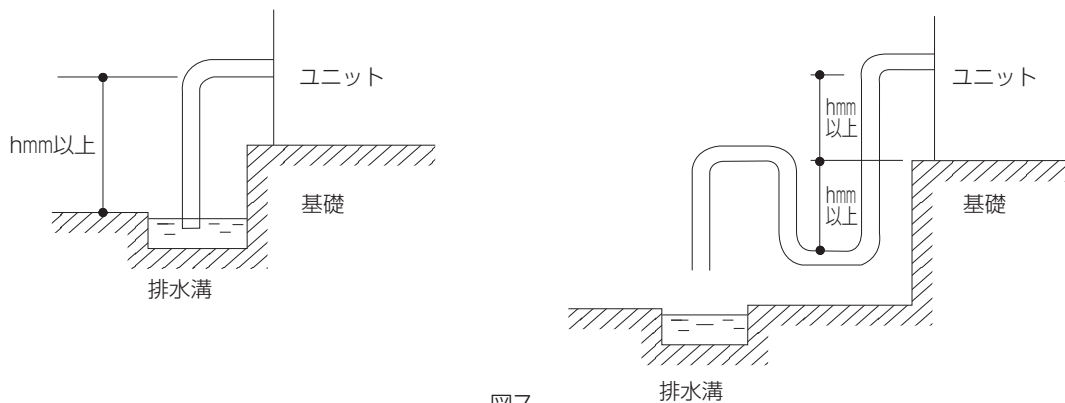

図7
- ドレン配管は、ユニット後側（空気コイル側）下にあります。ドレン配管から空気の吸込みを防止するため、下図のようなドレンラップを必ず設けてください。（図7参照）図7のh寸法は、ユニット内の負圧＜機内抵抗+吸込ダクト抵抗＞により決定してください。